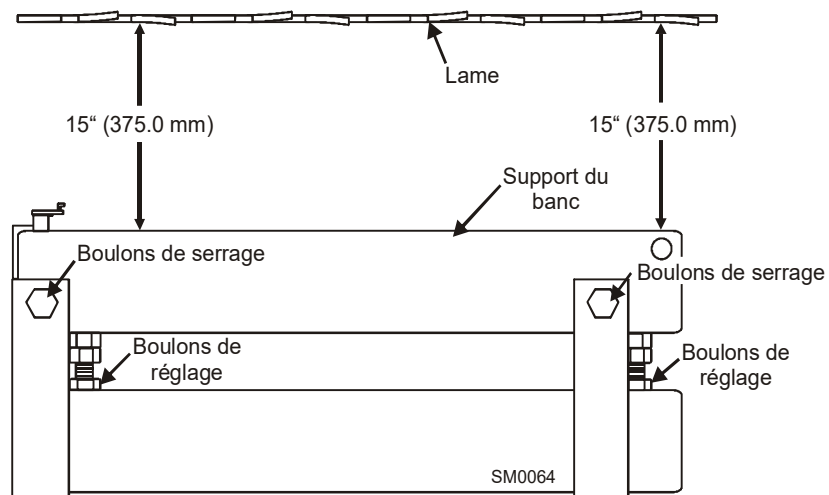

**FIG. 7-27**
**Voir Figure 7-27.** Desserrez les vis d'arrêt sans tête et tournez l'écrou de réglage de la hauteur intérieure pour régler la hauteur de l'extrémité intérieure du support pivotant. Desserrez le contre-écrou et tournez le boulon de réglage extérieur pour régler la hauteur de l'extrémité extérieure du support pivotant.